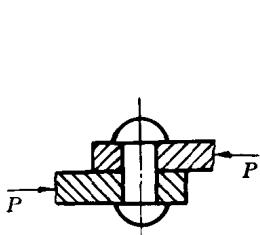

图 1-9
9. 某支架构件采用铆钉联接, 单个铆钉受力如图 1-9 所示, 已知铆钉直径为  $3\text{ (mm)}$ , 材料的许用剪应力  $[\tau] = 80\text{ (MPa)}$ , 若最大负荷  $P = 500\text{ (N)}$ , 试校核铆钉是否安全?